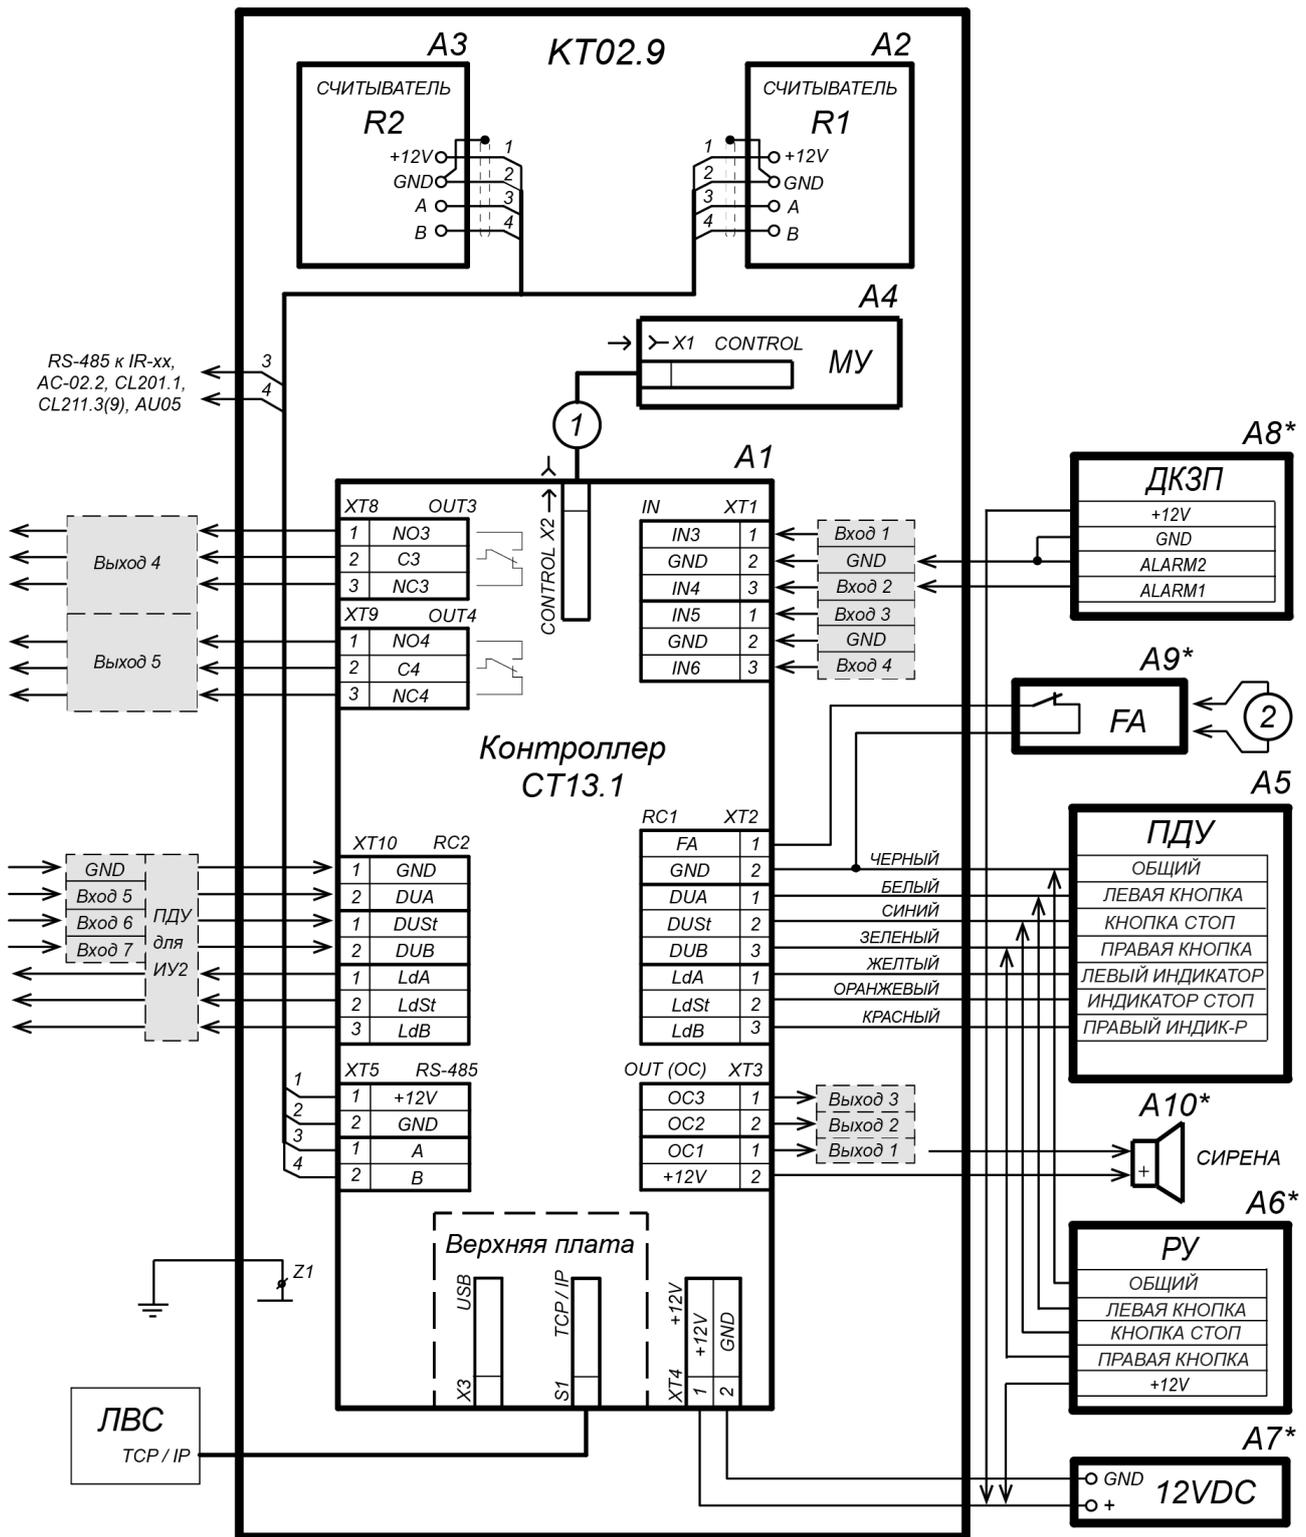

Рисунок 13. Схема подключения ЭП и дополнительного оборудования
Расположение клеммных колодок на нижней плате контроллера ЭП показано на рис. 6, назначение контактов клеммных колодок указано в табл. 1. Схема подключения приведена на рис. 13. Используемые при подключении типы кабелей указаны в табл. 4. При монтаже ЭП придерживайтесь следующей последовательности действий:
10. Подключите кабель питания (12) к клеммной колодке **XT4** на нижней плате контроллера согласно схеме, приведенной на рис. 13.
11. Подключите кабель (10) ПДУ (9) к клеммной колодке **XT2** на плате контроллера ЭП согласно схеме, приведенной на рис. 13.
12. Подключите при необходимости кабели от других устройств к соответствующим клеммным колодкам платы контроллера ЭП согласно схеме, приведенной на рис. 13.
Z – контакт заземления; позиционные обозначения A1-A4 и Z – указаны на рис.13